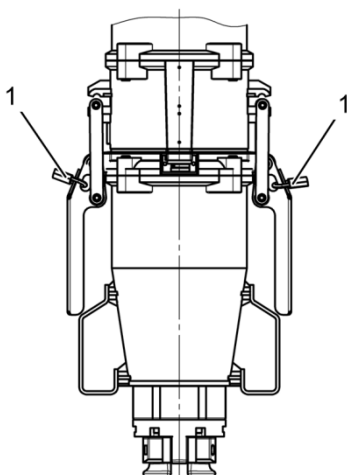

Abb. 62: Verschlusshebel sichern
4. Verschlusshebel mit einem Vorhängeschloss sichern (Abb. 62/1).